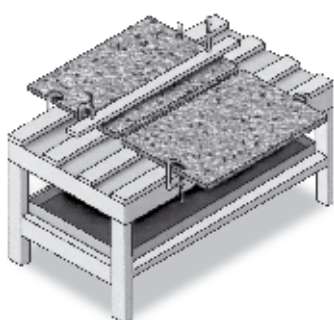

Fig. 1
- 10.7** Prima dell'incollaggio, coprire il piano sotto il banco di giunzione con nastro trasparente in modo da raccogliere ogni perdita di adesivo. **Fig. 1.**